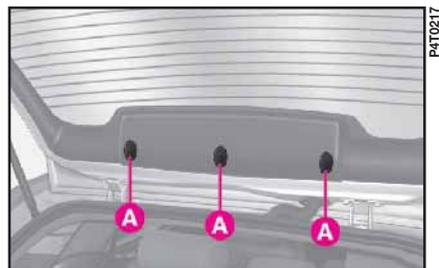

fig. 44
1) Rimuovere i tre coperchietti A (fig. 44) facendo leva con un cacciavite nelle apposite sedi.